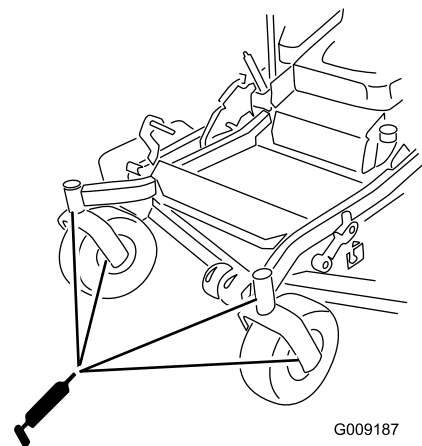

Figure 46
12. Remettez le bouchon hexagonal et le capuchon antipoussière en place (Figure 46).
13. Graissez les roulements des roues pivotantes (Figure 46).